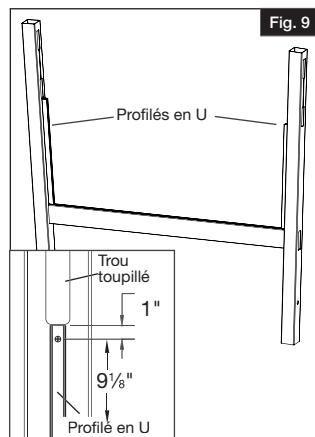

Fig. 9
- Percer cinq avant-trous au moyen d'un foret de $\frac{1}{16}$ po (1,6 mm) en espaçant les trous comme indiqué (Fig. 9).